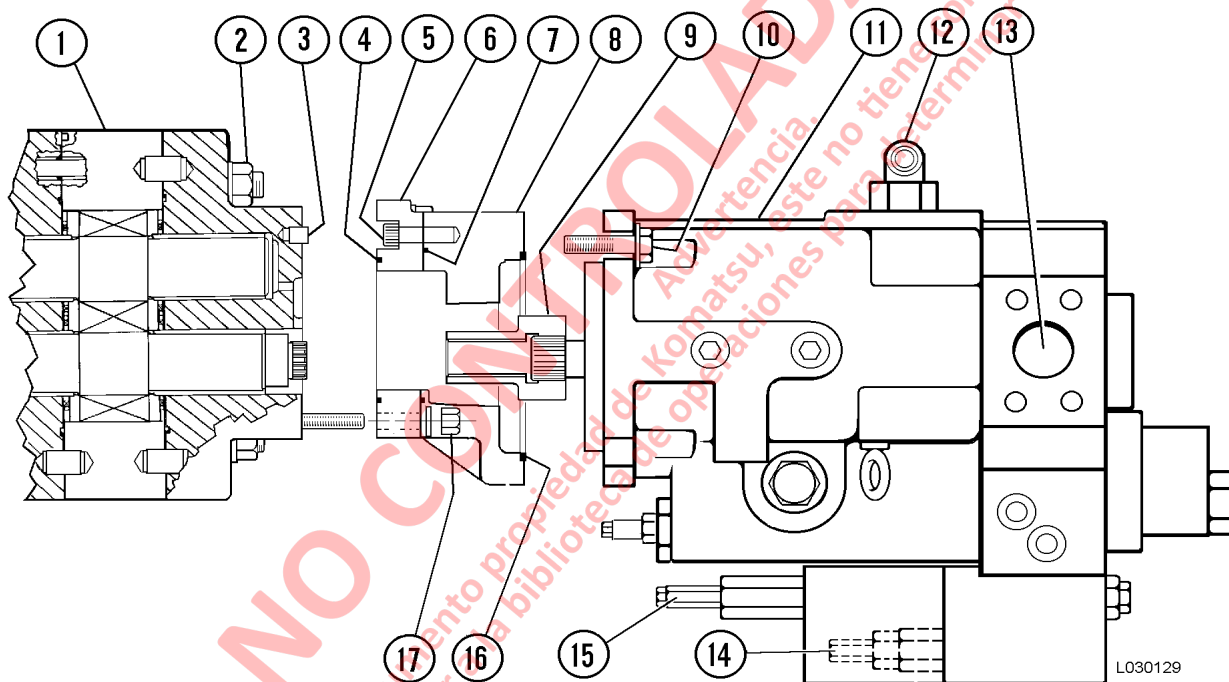
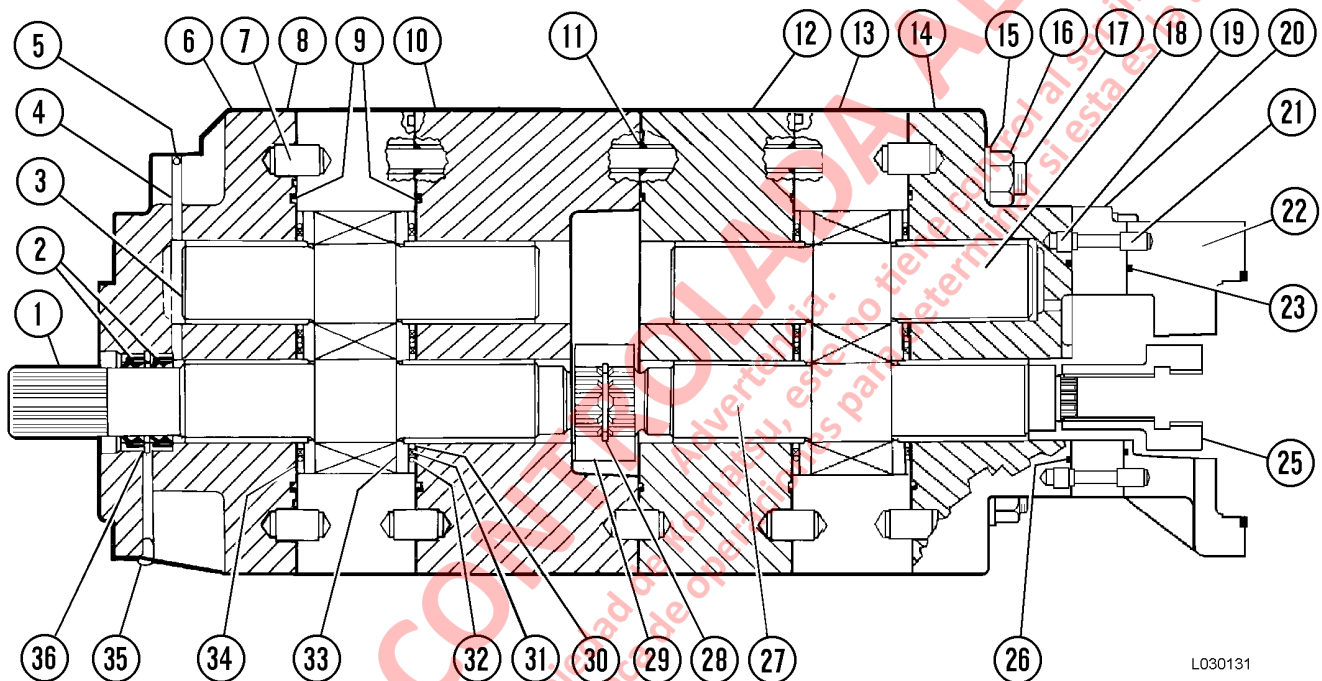

FIGURA 3-3. EXTRACCIÓN DE LA BOMBA DE DIRECCIÓN/FRENOS
FIGURA 3-4. BOMBA DE ELEVACIÓN
10. Retire cuatro pernos (4) de montaje de la bomba de freno/dirección. Deslice hacia adelante la bomba de elevación para desenganchar las estrías del acoplador de mando (9, Figura 3-3) de la bomba de dirección.
1. Instale la junta tórica (16, Figura 3-3) a la bomba de dirección (11). Instale el acoplador (9) a la bomba de elevación.
1. Limpie profundamente el exterior del conjunto de la bomba. Si la bomba de dirección está conectada, retire los pernos (10, Figura 3-3) y saque la bomba de dirección de la placa de transición (8). Retire la junta tórica (16).
2. Retire e inspeccione los acoples (9). Saque y deseche el anillo de retención interno, si está instalado. Retire las espigas (3) si están dañadas o si es necesario el reemplazo de la placa del rodamiento.
4. Retire las tuercas (17, Figura 3-3). Saque la placa de rodamiento (20, Figura 3-4) con placa de transición (22) y junta tórica (26). Retire los pernos que aseguran la placa del rodamiento a la placa de transmisión. Saque la junta tórica (23). Retire las espigas (3) si están dañadas o si es necesario el reemplazo de la placa de transición.